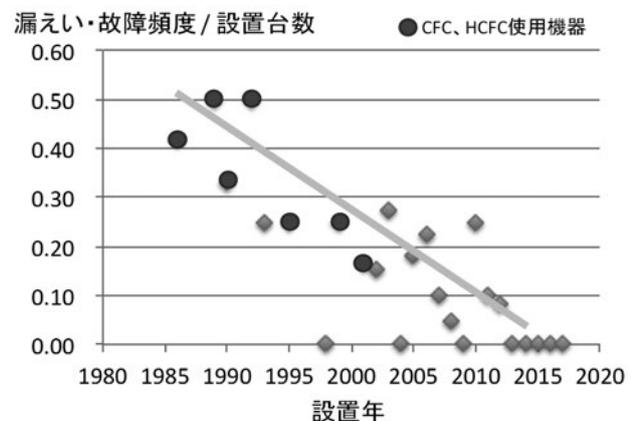

図7 全機器設置年と漏えい・故障頻度
### 【活用事例その③：全機器設置年と漏えい・故障頻度（図7）】